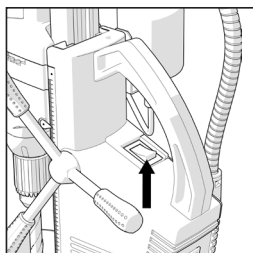

Fig. 5
- Actionnez l'interrupteur moteur noir situé sur le dessus de la machine. (**Fig. 5**)
- Démarrez le moteur en mettant l'interrupteur NOIR, situé sur le dessus de la machine, en position ON. **(voir la Fig. 5)**